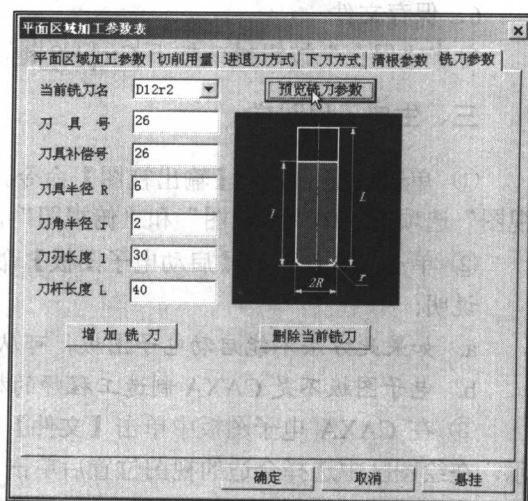

图 0-19 铣刀参数对话框
③ 单击“铣刀参数”选项页, 单击增加铣刀按钮, 在“当前铣刀名”输入框内键入“D12r2”, 单击确定按钮, 调整刀具半径为 6、刀角半径为 2, 其余参数保持默认值, 如图 0-19 所示。单击预览铣刀参数按钮, 查看铣刀形状, 单击确定按钮, 完成加工参数设置。